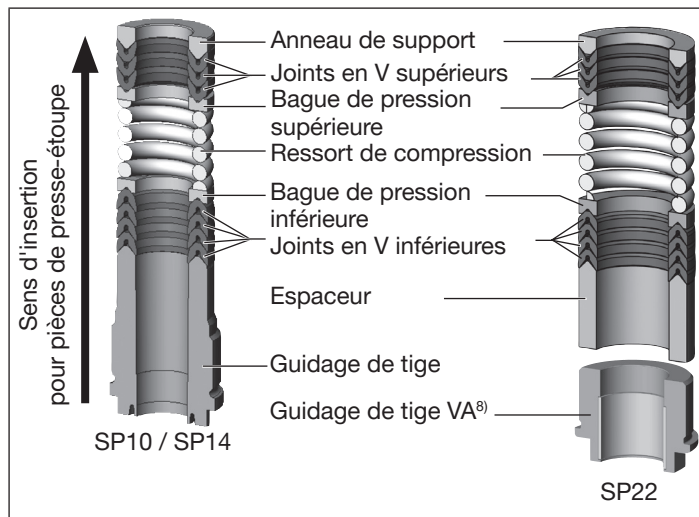

Figure 31 : Jeu de joints pour presse-étoupe
- Enfiler sur la tige les pièces détachées dans le sens et l'ordre prescrits (comme représenté sur « Figure 31 : Jeu de joints pour presse-étoupe »).